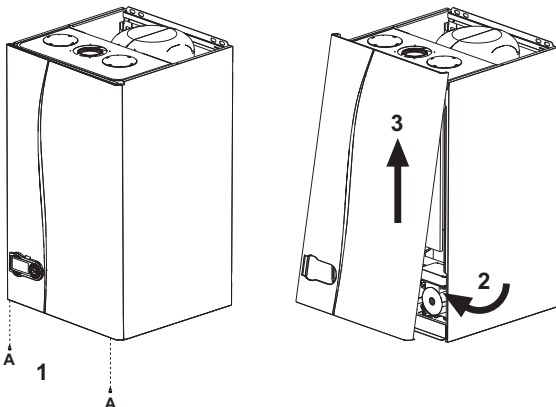

fig. 27 - Apertura de la carcasa
1. Desenroscar los tornillos A (ver fig. 27).
2. Girar la carcasa (ver fig. 27).